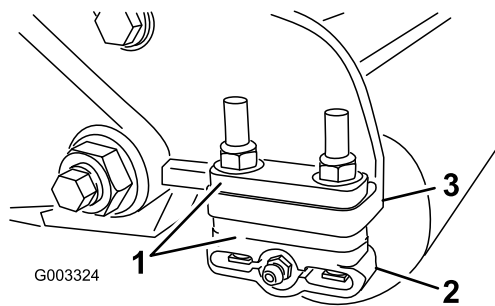

Figura 14
1. Ajuste los soportes del rodillo trasero (**Figura 14**) al intervalo de alturas de corte deseado colocando la cantidad necesaria de espaciadores debajo de la brida de montaje de la chapa lateral (**Figura 14**), según lo indicado en la Tabla de alturas de corte.